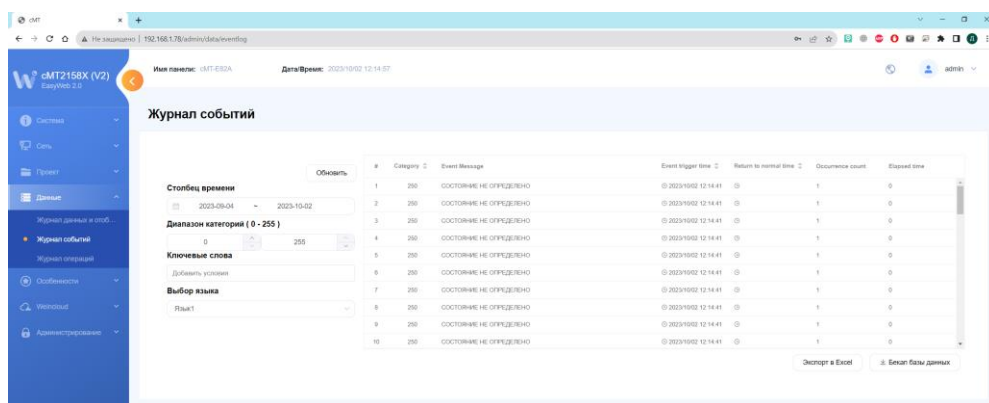

Рисунок 6.10 – Окно «Журнал событий» Web-интерфейса панели оператора БС
4. Перейти на вкладку «Данные» – «Журнал событий» или «Журнал операций» (журнал действий пользователя) (рисунок 6.10).